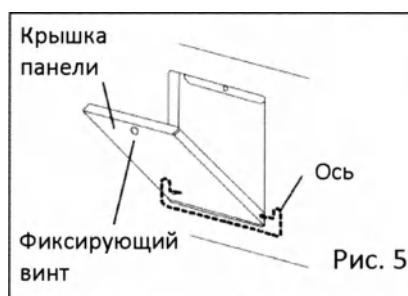

Рис. 5
2. Снимите крепежный винт и откройте крышку (Рис. 5).